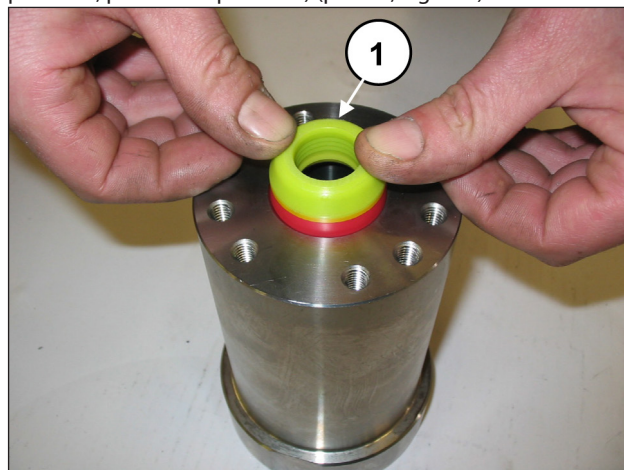
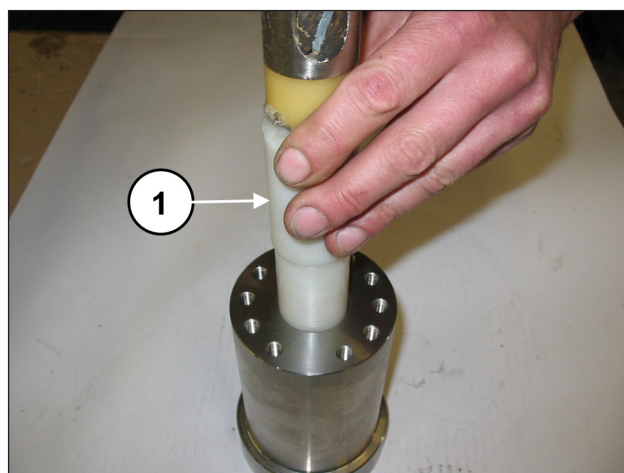
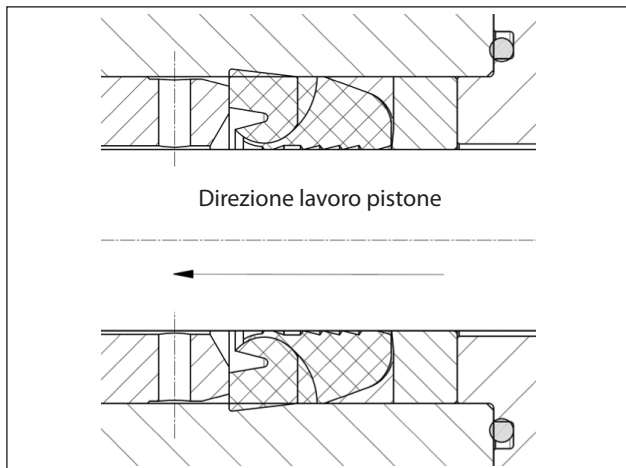

Fig. 132
Fig. 133
Fig. 134
Introdurre il pacco H.P. (alta pressione) (pos. ①, Fig. 132); data la leggera interferenza tra la tenuta e la camicia per evitare eventuali danneggiamenti si consiglia l'utilizzo dell'apposito attrezzo (cod. 27540100 per SK20, SK22 e SK24, cod. 27540900 per SK26, per SK28 e per SK30) (pos. ①, Fig. 133).
La tenuta H.P. deve essere introdotta nella camicia come indicato in Fig. 132 e Fig. 134.